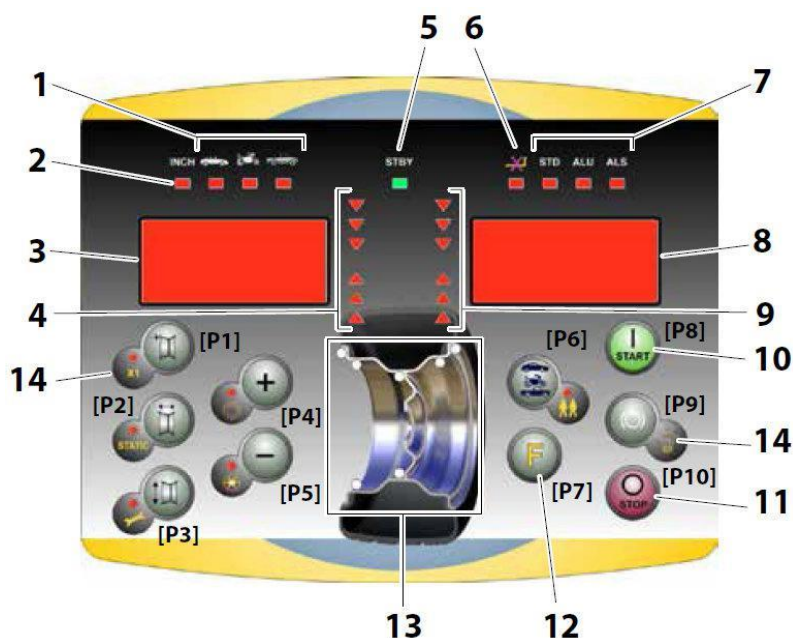

Рисунок 1 – Панель управления
Панель управления стенда представлена на Рис.1. Панель управления позволяет оператору давать команды и вводить или изменять данные. Дисплеи панели управления отображают результаты балансировки и сообщения стенда. Функции различных участков панели управления описаны в таблице Т1. Задняя часть панели управления содержит CPU-C1 электронный пульт управления, который собирает, обрабатывает и отображает данные.
Рисунок 1а: Пример кнопки с указанием основной и вторичной функции
- Тип программы - Светодиод [7]. См. рисунок 1.
- Вес Дисбаланса - Светодиод [13]. См. рисунок 1.